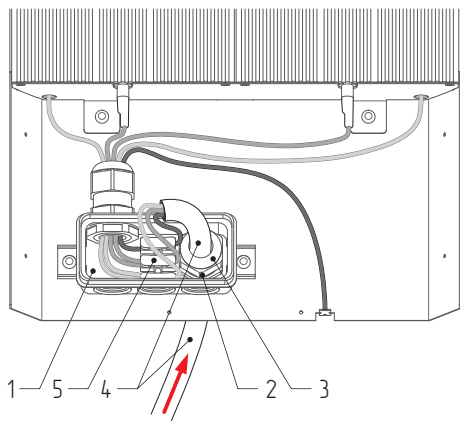

Рисунок 7.
7.4.2. Открутить полукруглую гайку гермоввода, пропустить разделанный питающий кабель в гермоввод (см. рис. 7).